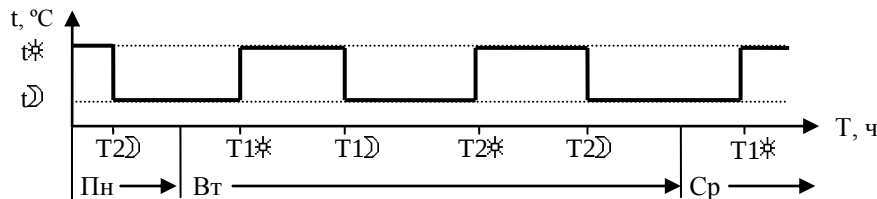

Рисунок 10 - Временной (недельный) график
7.6.1 В режиме “Программа” возможна установка для каждого дня недели до двух периодов, состоящих из начала и конца времени действия уставки температуры $t_{\odot}$ “Норма” и $t_{\Downarrow}$ “Нижне” (см. рисунок 10).